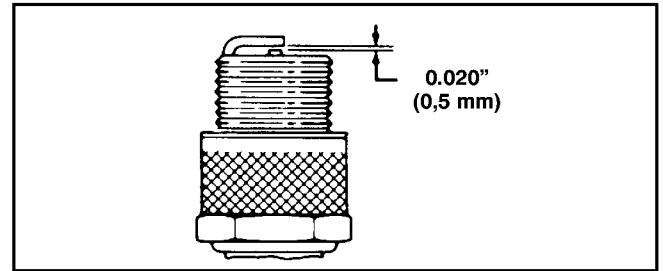

Abbildung 18
3. Den Luftspalt auf 0,5 mm (0.020") einstellen (Abb. 18). Die auf den korrekten Abstand eingestellte Zündkerze mit einer Dichtungsscheibe versehen und auf 19 N·m (14 ft·lb) anziehen.